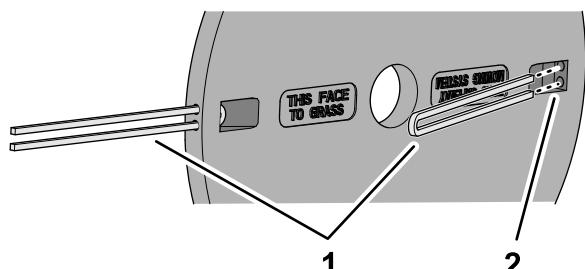

图 26
2. 用两条等长的新剪草线路替换现有的剪草线路如图 26 所示。